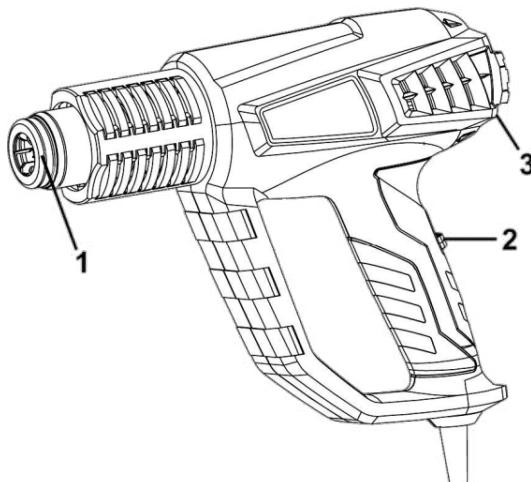

Рисунок 1
2.2.1 Конструкція виробу вміщена в корпус з термостійкого пластику і складається з наступних основних частин: нагрівального блоку в складі нагрівального елементу спірального типу в термоізоляючому кожусі з вихідним сталевим соплом нагрітого повітря (1); компресорного блоку у складі колекторного двигуна змінного струму з відцентровим повітряним компресором; перемикач/вимикач температурних режимів (2) з плавним регулюванням маховичком (3), – згідно рис.1. Корпус обладнаний кільцевою рукояткою з захистом руки та торцевою опорою для міжоператоричного зберігання сопломверх. Електрична частина виробу складається з колекторного однофазного електродвигуна змінного струму, перемикача електроіструму, електронного блоку управління з регулятором температури, з'єднувальних проводів і мережевого шнура. Захист від ураження електричним струмом користувача у виробу відповідає класу II за ДСТУ EN 61140:2015.